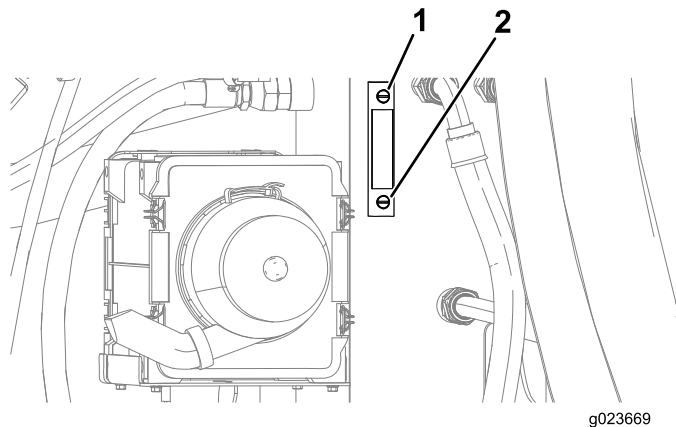
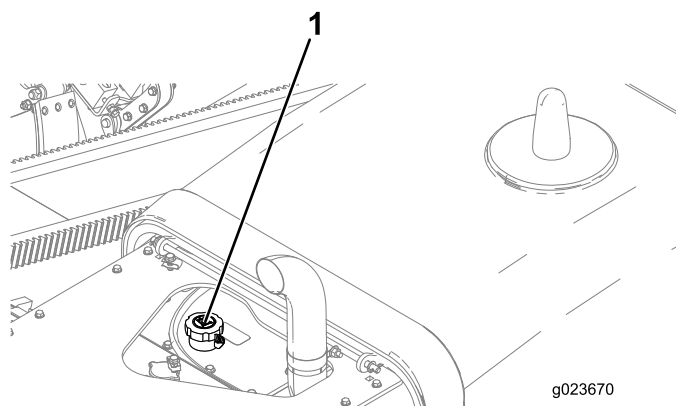

Figure 116
Figure 117
4. Observez l'indicateur de niveau sur le réservoir hydraulique, et vérifiez le niveau d'huile (Figure 116).
5. Si le niveau est trop bas, ouvrez le bouchon du réservoir hydraulique (Figure 117), ajoutez une petite quantité d'huile, puis patientez 2 minutes que le niveau d'huile se stabilise dans le regard de niveau (Figure 116).